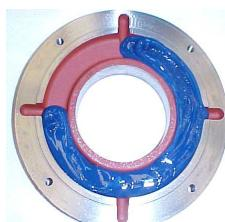

Рисунок 7.1. Внешняя крышка подшипника
- Заполните до  $\frac{3}{4}$  емкостей внутренней и внешней крышек рекомендуемой смазкой (Рисунок 7.1) и смажьте подшипник качения надлежащим образом перед сборкой.